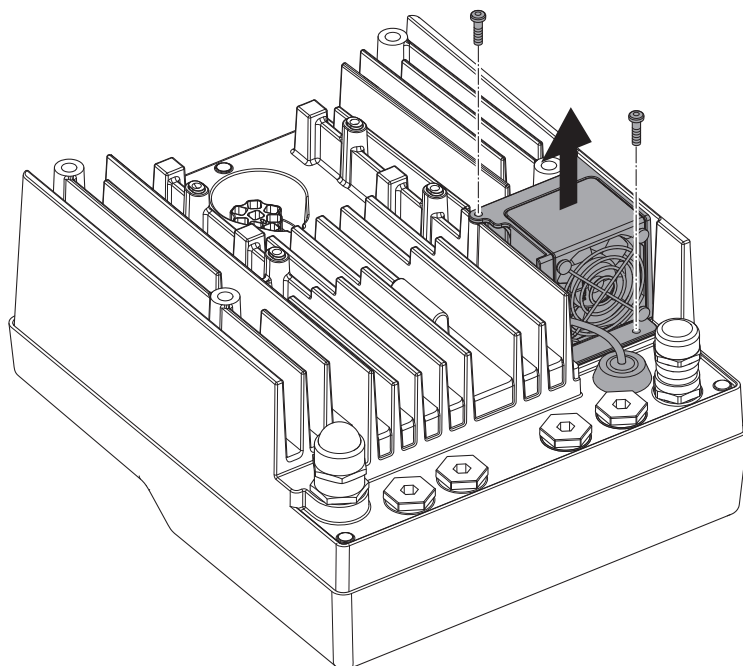

Fig. 47: Mooduli ventilaatori eemaldamine
- Keerake mooduli ventilaatori poldid lahti (Fig. 47).